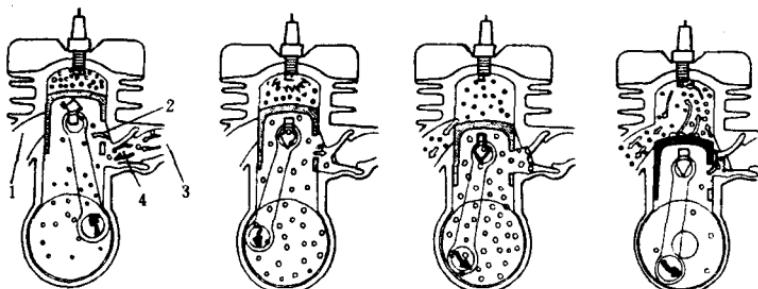

图 1-3 二冲程发动机工作循环
(2) 二冲程汽油机的工作原理 二冲程汽油机是将四冲程汽油机的四个冲程简化为二冲程, 完成进气与压缩, 作功与排气(扫气)一个工作循环(见图 1-3)。